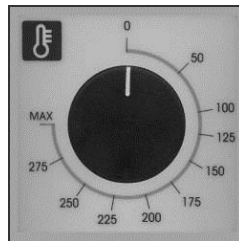

Рис. 2
**Программирование температуры приготовления** – Повернуть рукоятку термостата регулирования (Рис. 2) в соответствии с температурой, выбранной для приготовления.